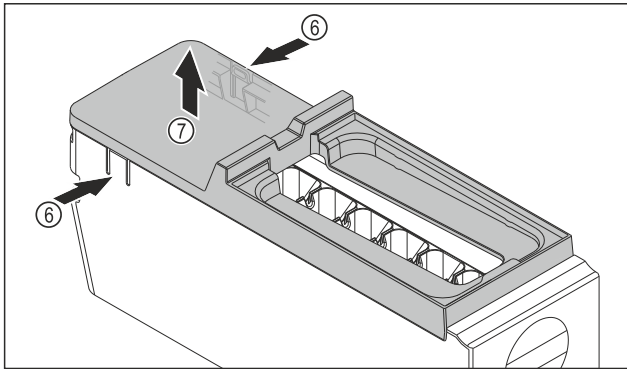

Fig. 121
- EasyTwist-Ice gövdesinin kapağını çıkarın: Kulakları Fig. 121 (6) EasyTwist-Ice gövdesinin iki kenarından bir elinizle çıkarın.
- Kapağı Fig. 121 (7) diğer elinizle yukarı doğru çıkarın.